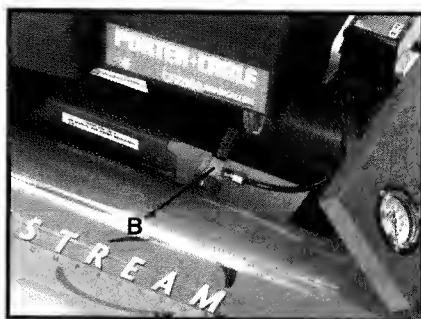

Fig. 2
Válvula de retención (B), Fig. 2: Cuando el compresor de aire está funcionando, la válvula de retención está “abierta”, permitiendo que entre aire comprimido en el tanque de aire. Cuando el compresor de aire alcanza la presión de “desconexión”, la válvula de retención se “cierra”, permitiendo que el aire a presión permanezca en el interior del tanque de aire.